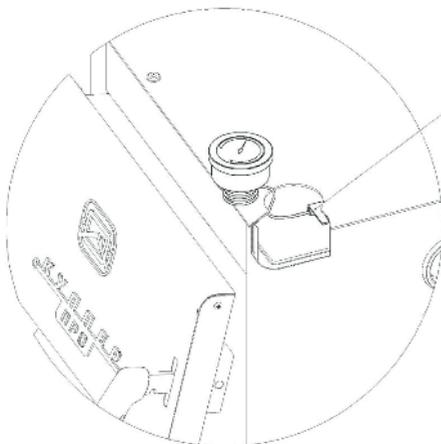

Рисунок 7.1
1. Завести термобаллон термометра через отверстие в крышке под пластину крепления рисунок 7.1.